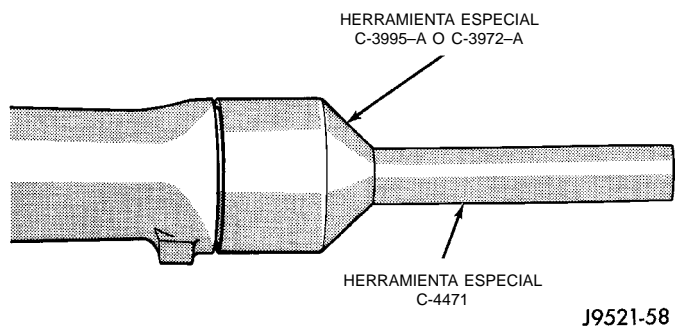

Fig. 20 Instalación de la junta de la horquilla de la cubierta de la sobremarcha
(1) Coloque la junta en su posición en la cubierta de la sobremarcha.
(2) Inserte la junta en la cubierta de la sobremarcha con el instalador de juntas C-3995-A (Fig. 20).
(3) Guíe cuidadosamente la horquilla desplazable del eje propulsor hacia la cubierta y las estrías del eje transmisor. Alinee las marcas efectuadas durante el desmontaje y conecte el eje propulsor a la horquilla del piñón del eje trasero.